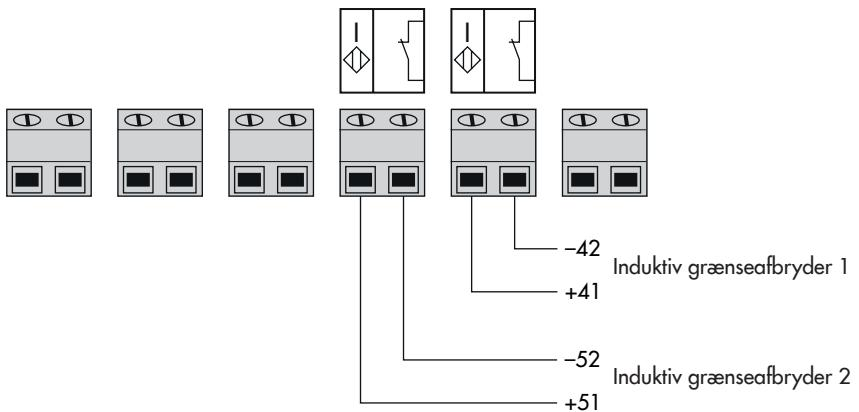
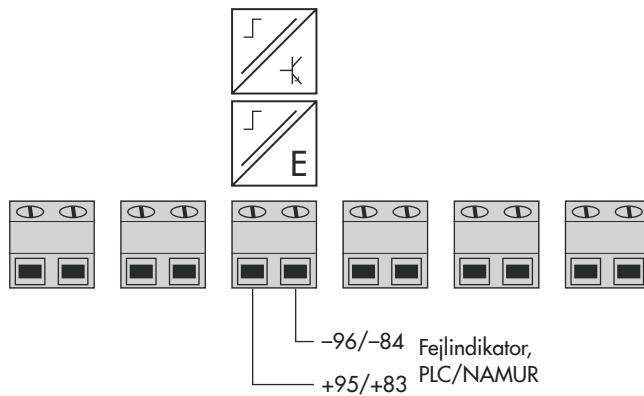

Fig. 5-32: Terminal-tilknytning for induktive grænseafbrydere
Fig. 5-37: Terminal-tilknytning for binært output (fejlalarm-output)
- Tilslut ekstraudstyr som beskrevet i Fig. 5-32 til Fig. 5-37, hvis nødvendigt.